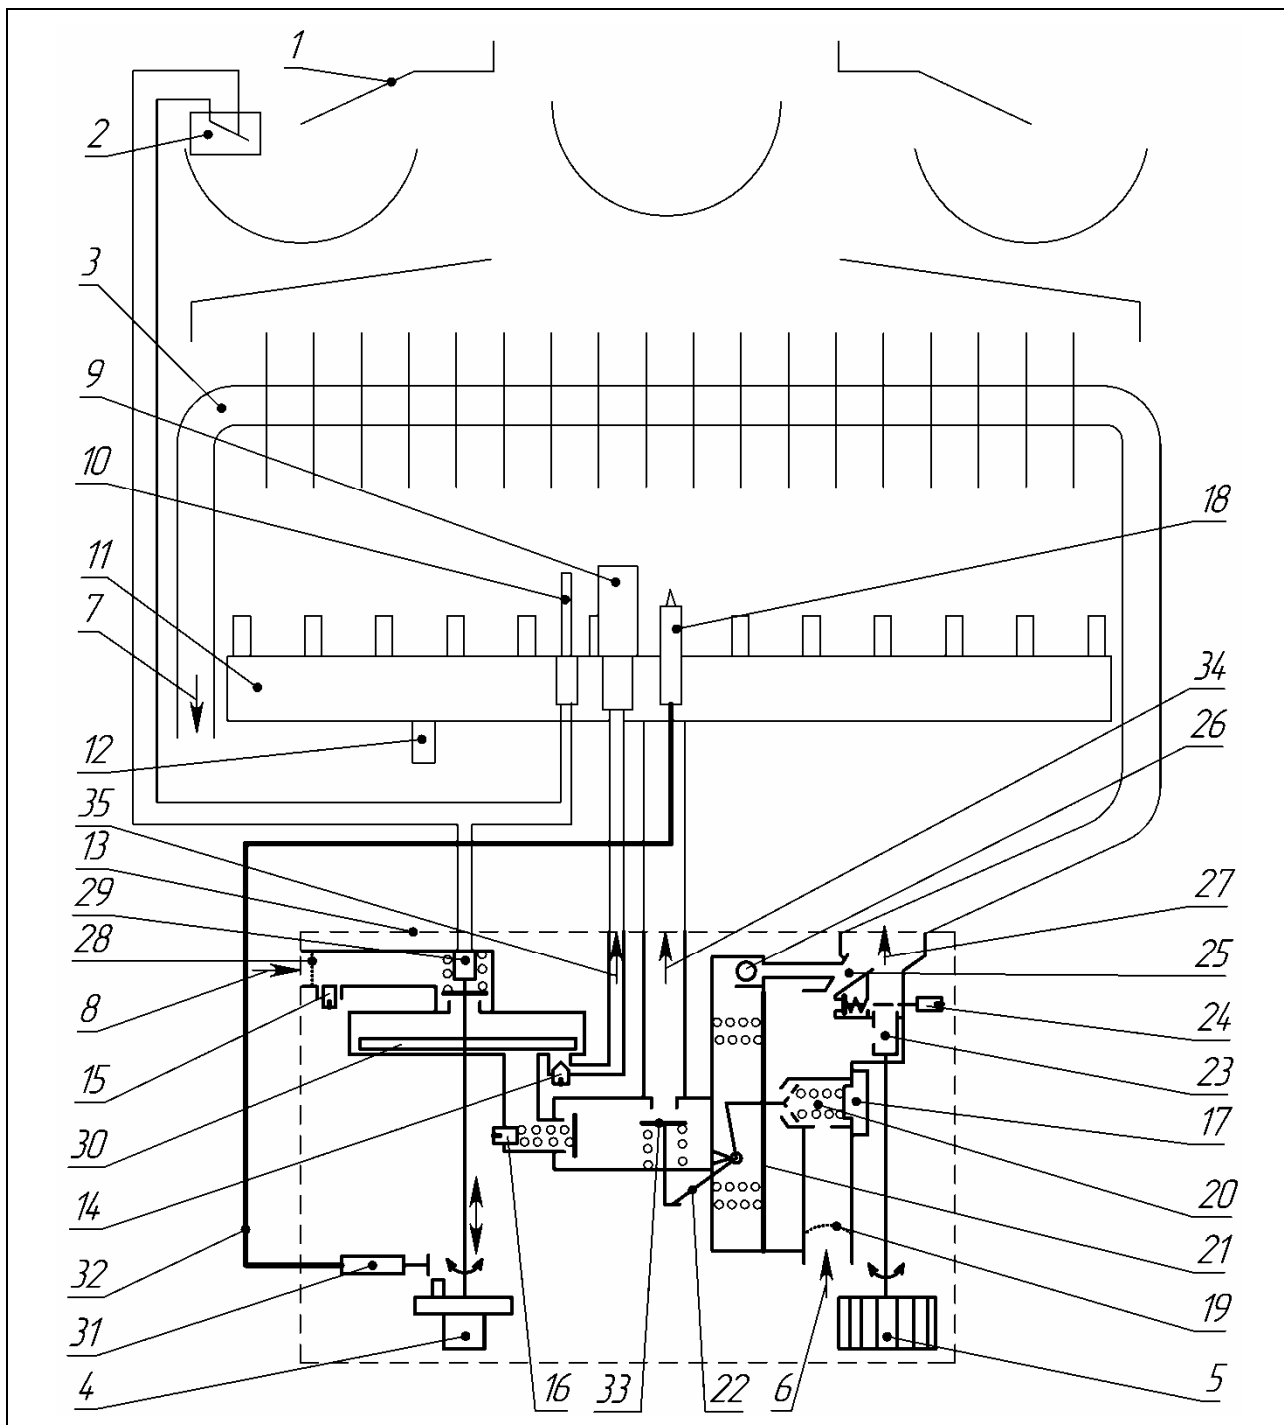

Рисунок 2. Функциональная схема аппарата
1.4.4 При нажатии ручки 4 в положении «Розжиг» (рис.11) открывается электромагнитный клапан 29 (рис. 2), и газ поступает к запальной горелке 9. При дальнейшем повороте ручки 4 в нажатом состоянии против часовой стрелки до упора срабатывает устройство пьезорозжига 31 (рис. 2), вызывая появление искрового разряда между свечой 18 и корпусом запальной горелки 9 и воспламенение запальной горелки.
1.4.5 Термopара 10, нагреваемая пламенем запальной горелки 9, передает ЭДС электромагниту клапана 29 (рис. 2). В дальнейшем, электромагнит удерживает клапан открытым и обеспечивает доступ газа к запальной и основной горелкам. Во время прогрева термopары (10...30 секунд) ручку 4 необходимо удерживать нажатой.
1.4.6 При дальнейшем повороте ручки 4 (в ненажатом состоянии) против часовой стрелки открывается подача газа к газовому клапану 33 (см. рис. 2), управляемому мембраной 21. При возникновении достаточного протока воды через аппарат (при открывании крана горячей воды) газовый клапан 33 открывается мембраной 21 через рычаг 22, и газ поступает в основную горелку. Далее происходит воспламенение воздушно-газовой смеси от запальной горелки.